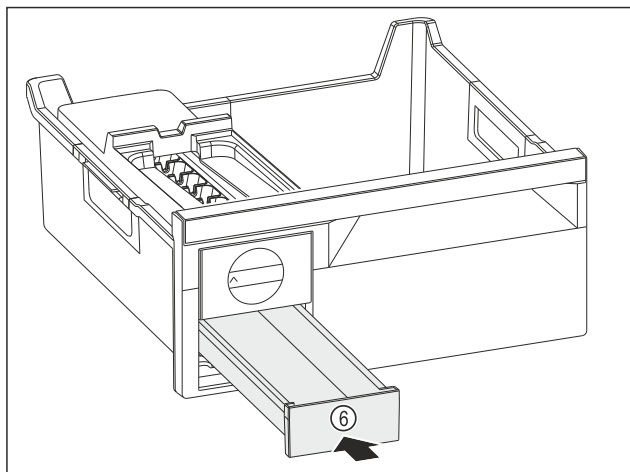

Fig. 161
- ▶ Eiswürfelschubfach Fig. 161 (6) einschieben.